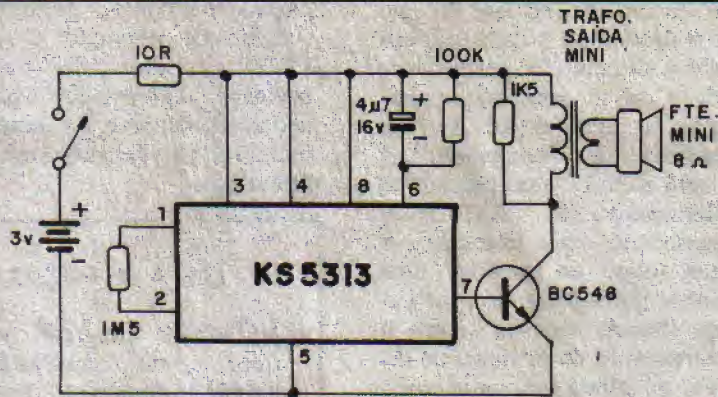

Fig. 1
- **FIG. 1 - O CIRCUITO** - A quase inacreditável simplicidade do circuito fica clara na fig. 1, que mostra o esquema da CAIXINHA DE MÚSICA 5313. Além do próprio Integrado (DIL de 8 pinos, do tamanho de um 741 ou de um 555...), alguns poucos resistores, um único capacitor eletrolítico, um transistor